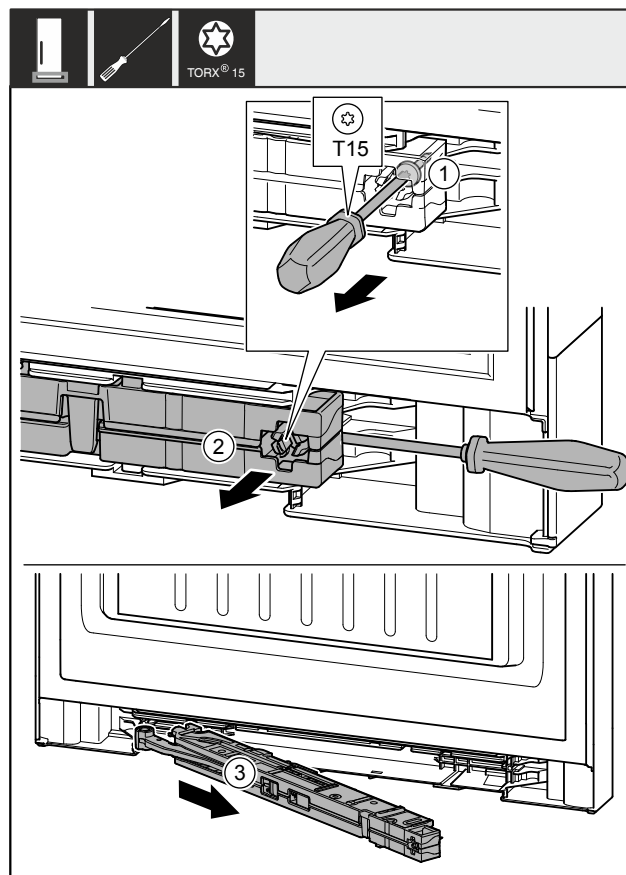

Fig. 11
- ▶ Løsn skruen Fig. 11 (1) på lukkedæmperenheden med en skruetrækker ca. 14 mm.
- ▶ Vip lukkedæmperenheden Fig. 11 (2) fremad på grebsiden.
- ▶ Træk lukkedæmperenheden Fig. 11 (3) ud.